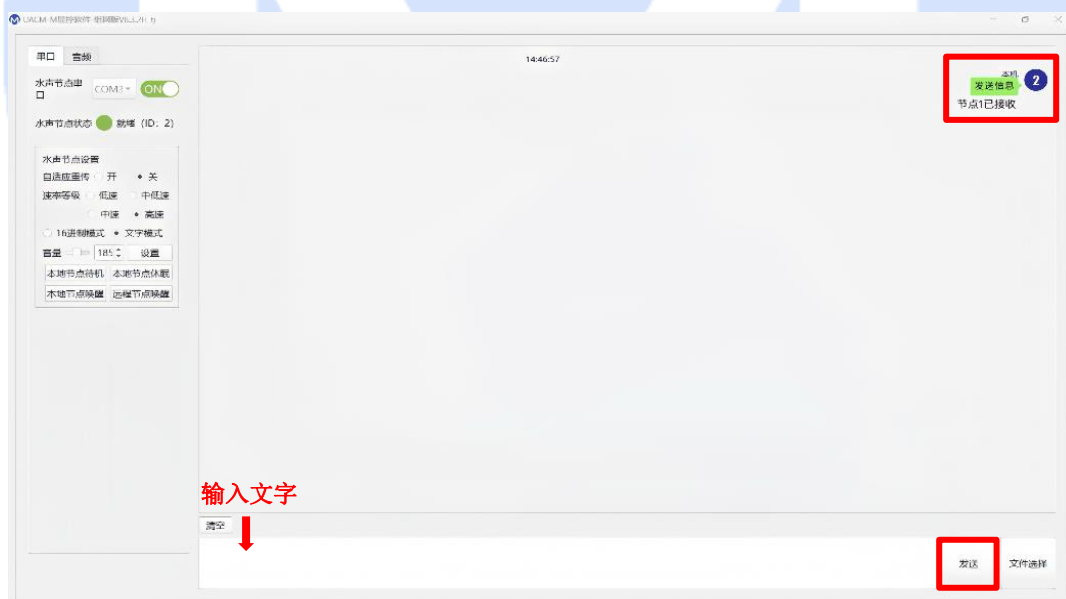

图 14 发送端水声通信机收到接收端的反馈
1) 接收信息：如果接收端水声通信机成功收到发送端发送的内容时，接收端水声通信机显控软件的显示框内则会显示所收到的内容，而发送端水声通信机显控软件的显示框内的发送内容下方会显示“节点 X 已接收”，示例见图 14：